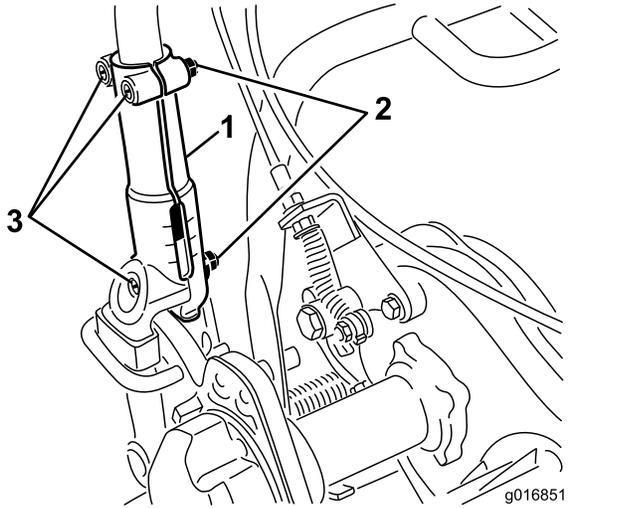

图 24
1. 拧松将手柄的每一侧固定到手柄夹上的 3 颗车身螺栓和螺母 (图 24)。